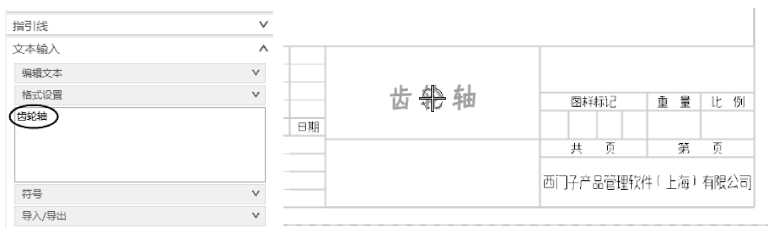

图 10-67 放置文本到标题栏中
- 13 在【注释】对话框的【文本输入】选项区的文本输入框内输入【齿轮轴】字样, 然后将文本放置到图纸标题栏中, 如图 10-67 所示。